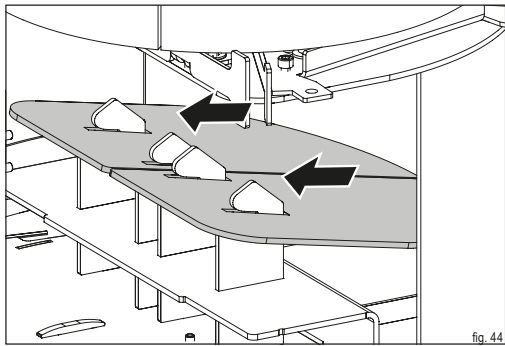

fig. 44
- Spingere in alto i deflettori per allentarli dal supporto (fig. 44).